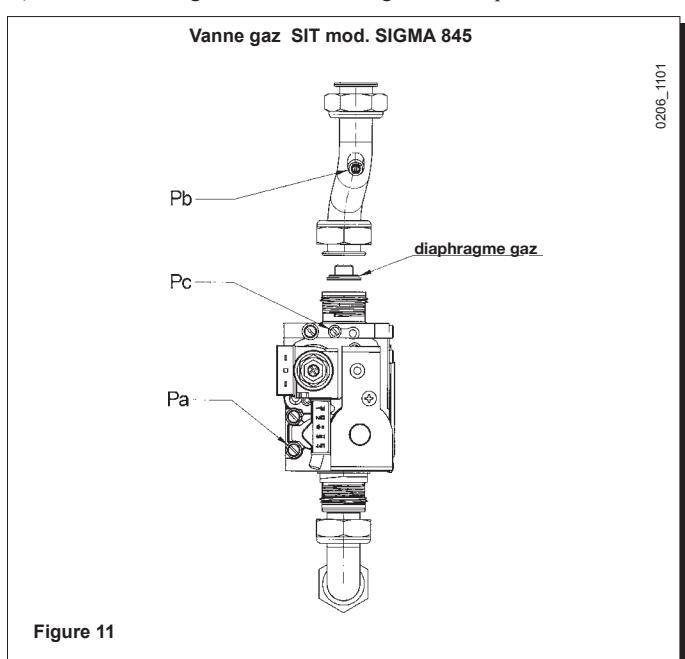

Figure 11
- ouvrir la vanne gaz et tourner le commutateur (1) afin de mettre la chaudière en position Hiver (✿);
- s'assurer que la pression dynamique d'alimentation de la chaudière, mesurée au niveau de la prise de pression (Pa) de la vanne gaz (figure 11) soit correcte (28 mbar pour gaz butane, 37 mbar pour gaz propane, 20 mbar pour gaz G20 ou 25 mbar pour gaz G25).